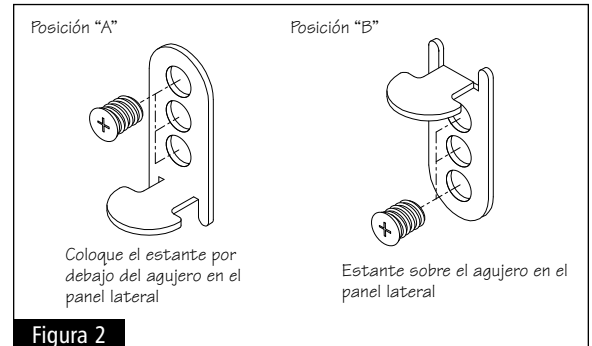
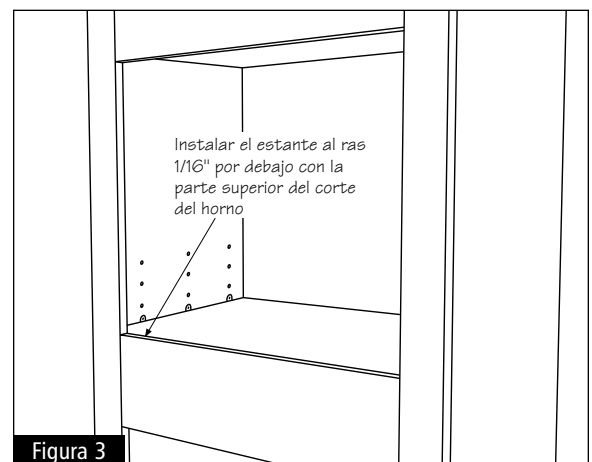

Figura 2
Figura 3
**2** Los descansos del estante pueden instalarse con la plataforma de descanso hacia abajo o hacia arriba (ver figura 2.) Cualquiera de los tres (3) agujeros se pueden usar para unirlos, esto permite al estante estar en una posición de incrementos de 3/8" para obtener el ajuste más cercano al corte del horno. El estante debe instalarse con la parte superior al ras a 1/16" por debajo del corte del horno y se puede acuanar de ser necesario (ver la figura 3).
**3** Si se instala el descanso del estante con la plataforma hacia arriba, como se indica en la posición "B" (ver figura 2), también debe colocarse cinta contra el panel lateral del horno para sostenerlo en posición mientras se instala el soporte del horno y el horno.